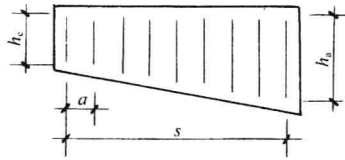

图3 变截面构件箍筋
1) 变截面构件箍筋 按比例方法, 每根箍筋的长短差值  $\Delta$ , 可按下式计算(如图3):